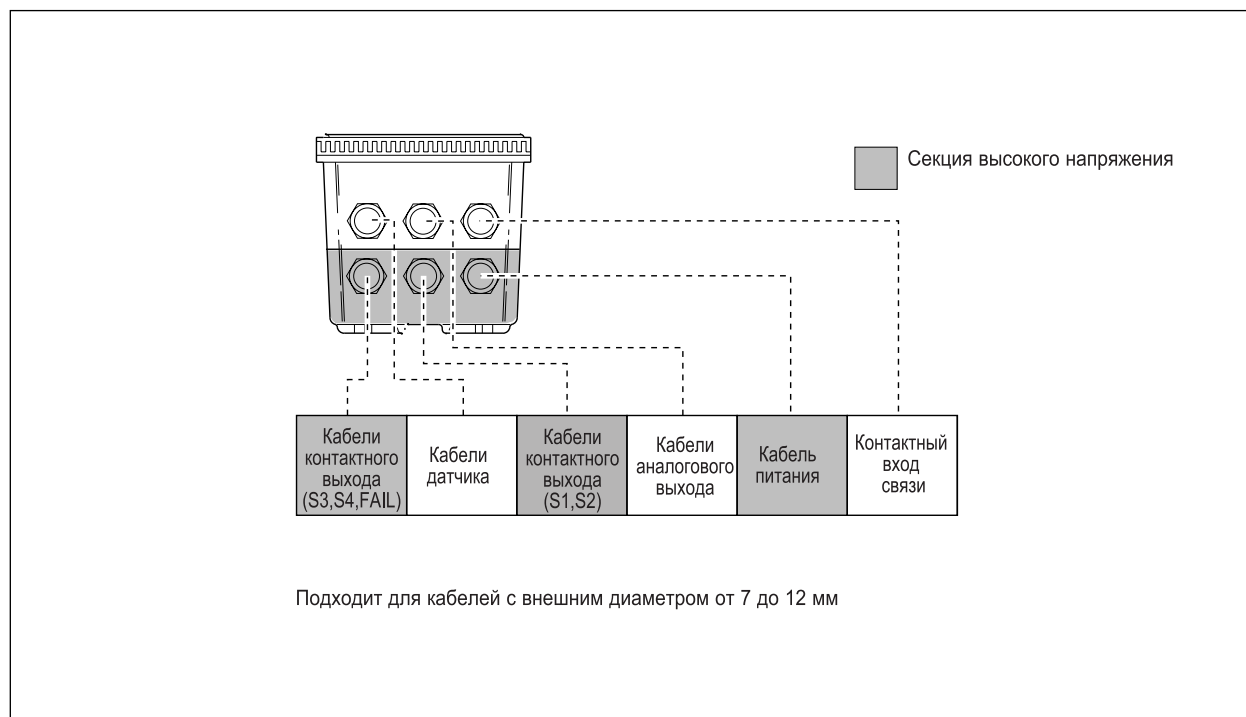

Рисунок 3-5. Уплотнители, используемые для подсоединения кабелей
8. Используйте передние три уплотнителя для входа датчика, контактного входа и кабеля связи (смотрите рисунок 3-5).